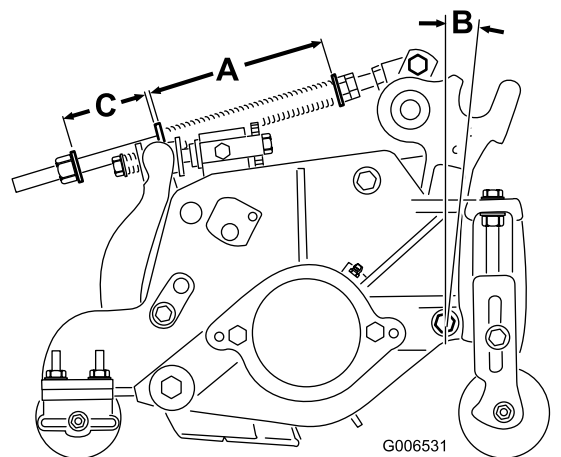

図 20
ターフ補正スプリング 図 20は、カuttingユニットの前から後ろへの「体重移動」を行います。これにより、ボビングと呼ばれる「波打ったような」仕上がりを防いでいます。
1. スプリングロッド後部のロックナットを締めて、すきまCを 51 mmとする 図 20。
2. スプリングロッド前部の角ナットを締めて、スプリング圧縮状態の長さが159 mmになるようにする 図 20。
**注** アンジュレーションの大きなターフを刈る時は、ターフ補正スプリングの長さAとすき間Cを13 mm 大きくします 図 20。